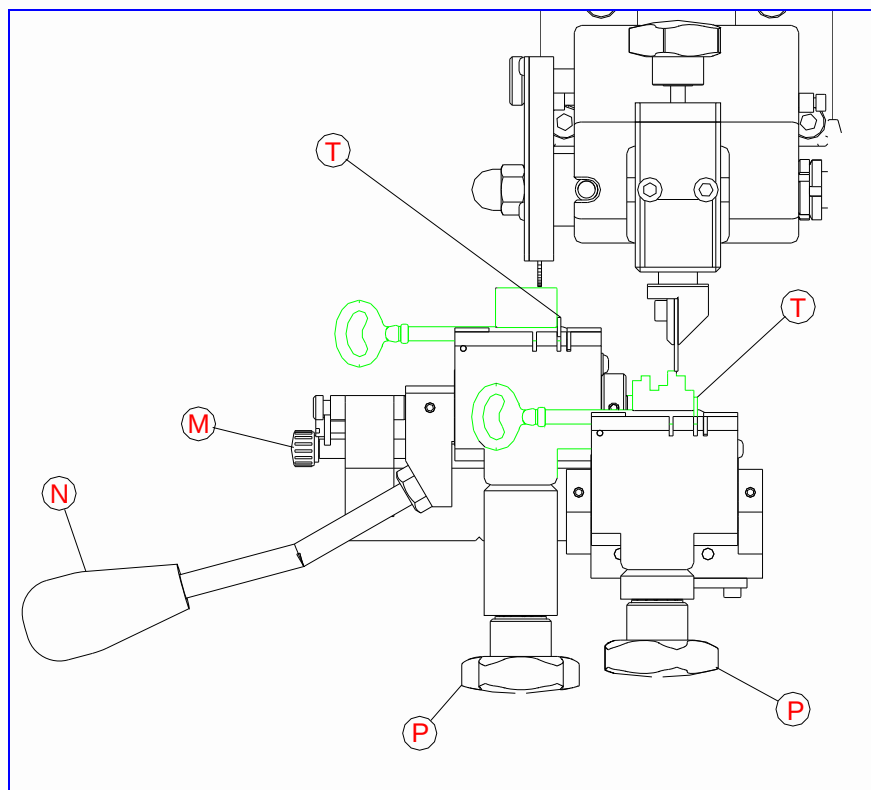

Fig.3
- Soltar los pomos (15) y alinear la primera posición del carro (R1) con la referencia (S).
- Introducir las llaves en las mordazas, teniendo cuidado en que el paletón de la llave haga tope en la chapa tope llave (T) de la mordaza, según se aprecia en la Fig.3. Una vez introducido la llave amarrar las llaves girando los pomos (P).
- Poner la máquina en marcha y sosteniendo el carro por medio de la palanca, acercar las llaves hacia el índice copiador (I) y la fresa (F).
- Recomendamos que se ha de trabajar pausadamente, sin forzar la fresa. El duplicado se consigue, girando el carro portamordazas con la manilla (N), para ello se a de mover la varilla (M) a la izquierda . Es recomendable realizar el mecanizado, girando la manilla (N), de arriba abajo.